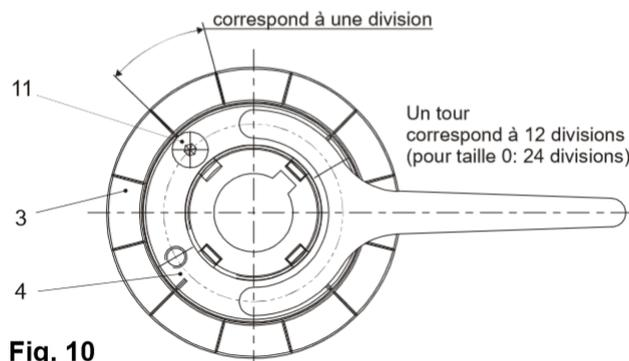

Fig. 10
Le réglage du couple s'effectue en vissant ou en dévissant l'écrou de réglage : dans le sens horaire, on obtient un accroissement du couple et dans le sens inverse, une diminution du couple (vue du côté de l'écrou de réglage comme sur la fig. 10).
1. Graisser auparavant les filets et les surfaces de contact de l'écrou (4), de la rondelle d'arrêt (10) et du moyeu (1).
2. Visser l'écrou de réglage (4) à la main, jusqu'en butée sur les rondelles Belleville.
3. Continuer de visser jusqu'à ce que les 4 marquages de l'écrou de réglage (4) coïncident avec les traits de la pièce de commande (3), fig. 10.
4. A l'aide d'une clé à ergots, visser l'écrou de réglage (4) du nombre de traits correspondant au couple souhaité, fig. 10
5. Visser la vis d'arrêt (11). Les marquages de l'écrou (4) doivent être alignés avec ceux de la pièce de commande (3).
Supposons que le couple réglé sur l'appareil soit de 300 Nm. On souhaite maintenant augmenter le couple à 350 Nm. Un couple de déclenchement de 300 Nm correspond à 36 traits et un couple de 350 Nm correspond à 46 traits. Pour obtenir le couple de 350 Nm, il faudra visser l'écrou (4) dans le sens horaire de la différence de 10 traits. Pour cela, dévisser la vis d'arrêt (11) et avec une clé à ergots, procéder au réglage, fig. 10. Après avoir aligné les 4 marquages de l'écrou (4) avec les traits de la pièce de commande (3), revisser la vis d'arrêt (11).